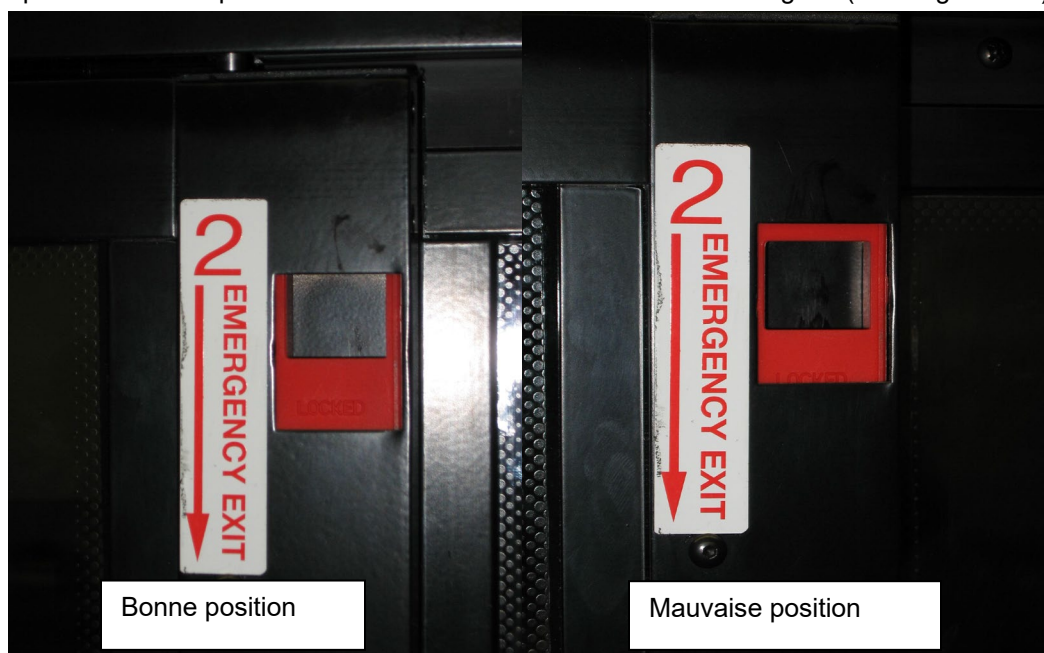

FIGURE 107 : POSITION CORRECTE DU LOQUET DE BLOCAGE
6. S'assurer que les deux loquets sont en position fermée (verrouillée). Le bord supérieur de l'ouverture du loquet et le bord supérieur de l'ouverture du châssis doivent être alignés ( Figure 107).